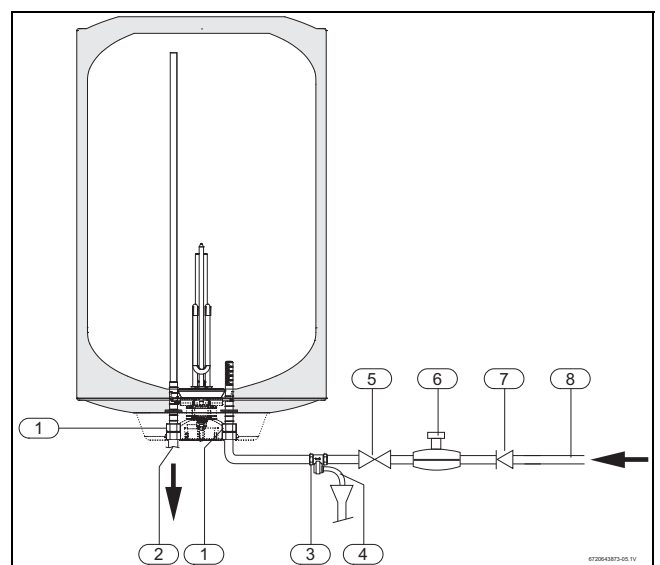

Fig. 7 Ligação de água
- ▶ Instalar a válvula de segurança na entrada de água do termoacumulador (→ Fig. 7).
Se a pressão de entrada de água for superior a 80% da pressão máxima do termoacumulador (6,4 bar), instalar uma válvula redutora (Fig. 7).
De forma a evitar problemas provocados por alterações de pressão súbitas na alimentação, aconselha-se a montagem de uma válvula anti-retorno a montante do termoacumulador (Fig. 7, [7]).
- ▶ Fechar a válvula de corte de água (→ Fig. 7).